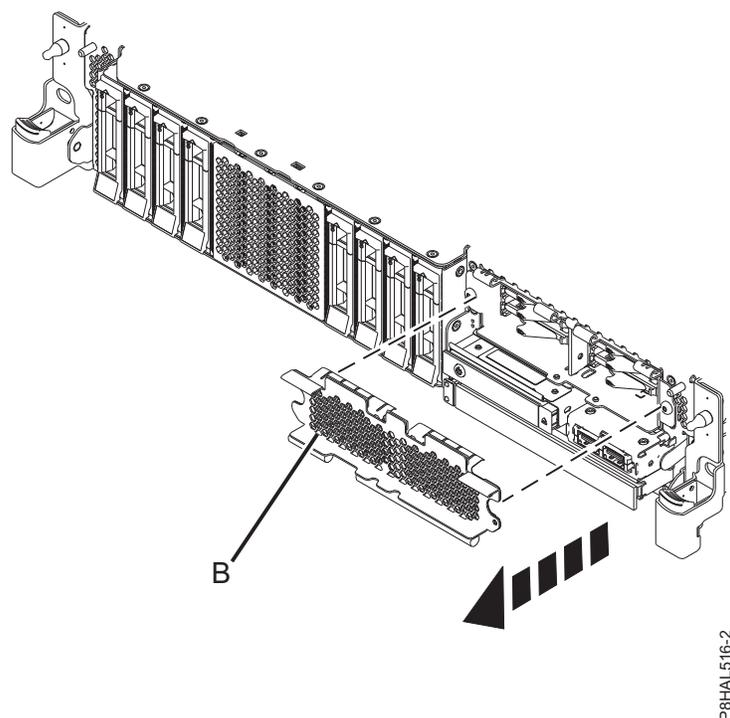

Figura 25. Remover a tampa da estrutura da unidade SSD para aceder às ranhuras de unidade SSD num sistema de função expandida
15. Para aceder às ranhuras SSD, remova a placa perfurada (B) que está a cobrir a estrutura de SSD, tal como é demonstrado em Figura 25.